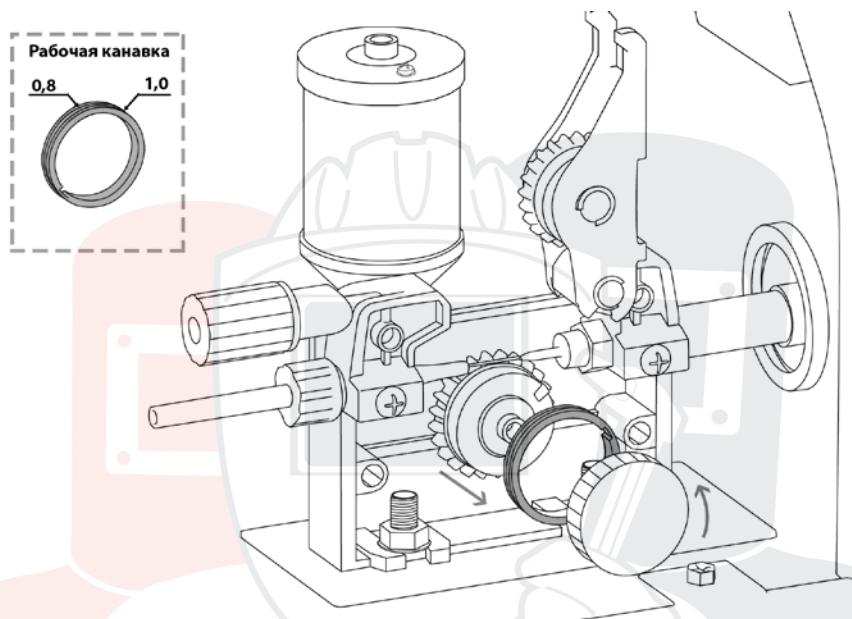
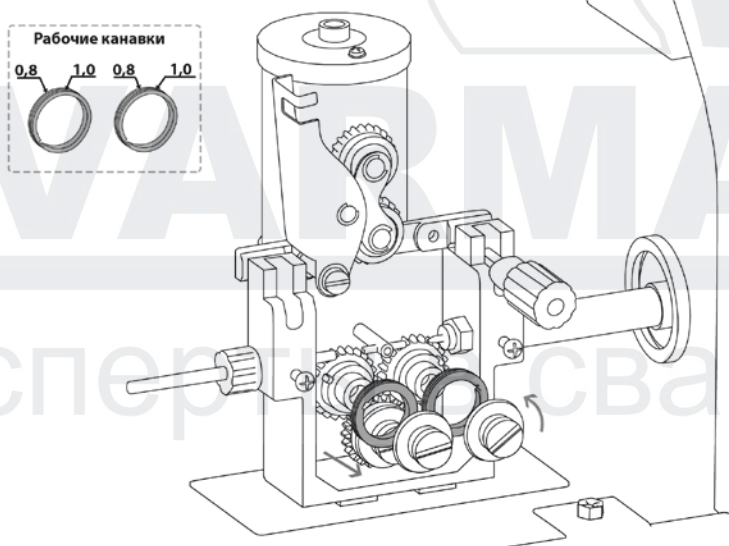

Рис. 8.10. Порядок смены подающего ролика TIG MIG 250 (N257).
Рис. 8.11. Порядок смены подающего ролика TIG MIG 350 (N258).
2. Установите необходимую канавку в зависимости от диаметра сварочной проволоки ролик (См. рис. 8.10 для TECH MIG 250 (N257) и рис. 8.11 для TECH MIG 350 (N258)).